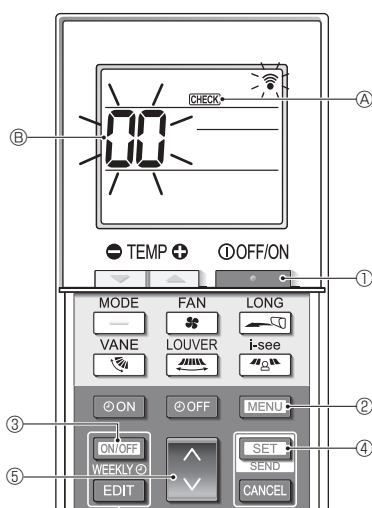

Fig. 7-6
■ Verificação automática (Fig. 7-6)
- Prima o botão ① para parar o aparelho de ar condicionado.
- Se o temporizador semanal estiver activo (**WEEKLY** aceso), prima o botão ③ para o desactivar (**WEEKLY** apagado).
- Prima o botão ② durante 5 segundos.
- Prima o botão ⑤ para seleccionar o endereço do refrigerante (endereço M-NET) ⑥ da unidade interior cuja verificação automática pretende realizar.
- Prima o botão ④.
- Prima o botão ①.
- CHECK** ④ e o endereço do refrigerante (endereço M-NET) ⑥ apagam e a verificação automática fica concluída.